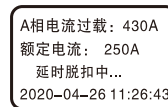

图3-10
3.3.3超负荷告警：当前任意相电流值超过额定电流值的1.3倍时，断路器自动显示告警参数，超负荷显示如图3-10所示。